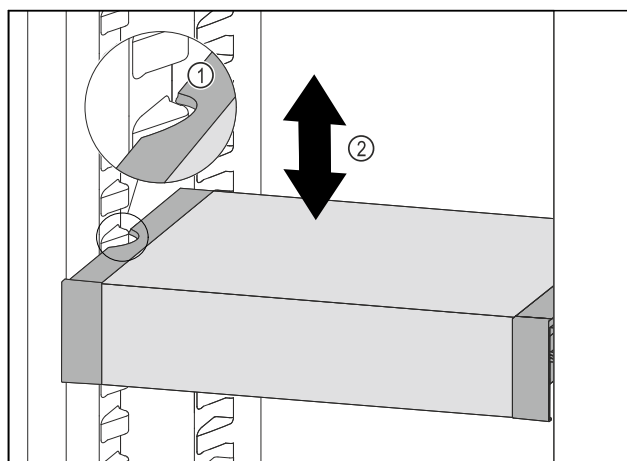

Fig. 103
- Vedä VarioSafe-laatikkoa ulospäin, kunnes VarioSafen sivuilla olevat lovet ovat jääkaappiosassa olevien kotelokiilojen tasolla. Fig. 103 (1)
- Siirrä VarioSafe-laatikkoa ylös- tai alaspäin jääkaappiosassa haluttuun korkeuteen. Fig. 103 (2)